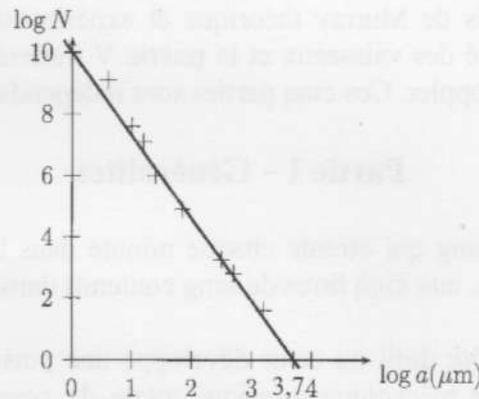

Figure 2 – Nombre de vaisseaux N en fonction de leur rayon a
Le biologiste anglais C. Murray a étudié la relation qui existe entre le diamètre d’un vaisseau et le nombre de vaisseaux semblables. La **figure 2** où sont portés en échelle logarithmique les nombres de vaisseaux N en fonction de leur rayon a met en évidence cette relation.
4) Fig 2 $\rightarrow \log N = A \log a + 10$ avec $A = -\frac{10}{3,7}$